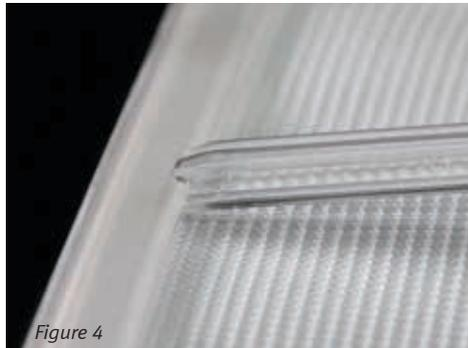

Figure 4
- Insérez doucement l'extrémité renflée au centre du côté long du plateau. Prenez soin de ne pas endommager la barrière membranaire (Figure 4).